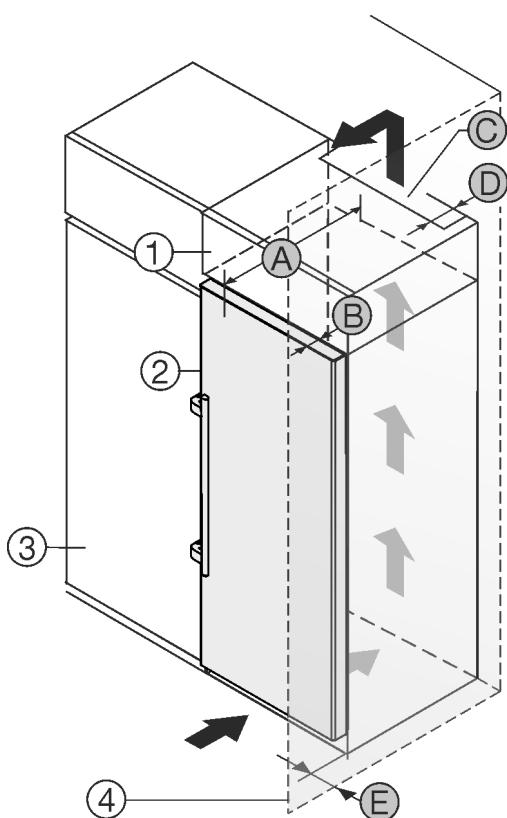

Fig. 24
Перед встановленням пристрою можна змінити його конструкцію відповідно до кухонної шафи. Щоб привести висоту пристрою Fig. 24 (2) у відповідність із розмірами кухонної ніші, можна встановити на нього спеціальну шафу Fig. 24 (1).
Пристрій можна встановлювати безпосередньо поряд із кухонною шафою Fig. 24 (3). Щоб мати можливість повністю відкривати дверцята, потрібно, щоб пристрій стояв на відстані глибина Fig. 24 (B) відносно передньої панелі кухонної шафи. Залежно від глибини кухонної шафи та використання пристінних розпірок пристрій може ще більше видаватися вперед.
- Глибина Fig. 24 (D) вільного простору вздовж усієї задньої сторони шафи повинна бути.
- Слід дотримуватись вентиляційного отвору Fig. 24 (C) в стелі приміщення.
Якщо пристрій з шарнірами встановлюється поряд зі стінкою Fig. 24 (4), слід дотримуватись відстані Fig. 24 (E) між пристрієм та стінкою. Це відповідає необхідній відстані для ручки після відкривання дверцят.